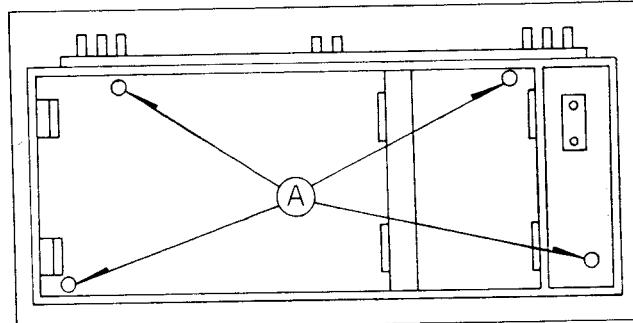

Fig. 11-1
- Retirer les quatre vis avec la marque **A** comme indiqué sur la figure 11-1, puis déposer la boîte accessoire.